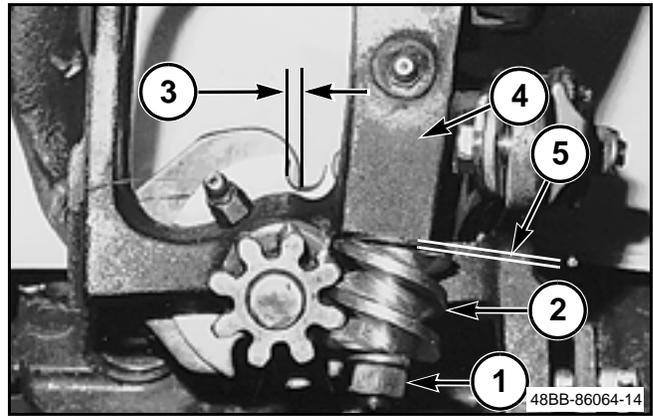

FIG. 63
FIG. 63: Cuando se sincroniza el disco del cordel, se debe hacer el ajuste con el cordel en el portacordel después de dos nudos por lo menos. Para cambiar la posición de la muesca en el disco del cordel, quite el pasador de horquilla y gire el cabezal del anudador hacia arriba. Afloje la tuerca del engranaje del sinfín (1). Golpee suavemente el extremo de la tuerca del eje del engranaje del sinfín para aflojar el engranaje (2) del chaflán en el eje del engranaje del sinfín. Si está ajustado correctamente, se verán de 3 a 5 mm (1/8 a 13/64 pulg) (3) del limpiador del disco sobresalando el borde de la muesca situada en el disco de cordel. Asegúrese de que el limpiador del disco esté empujado hacia el engranaje de levas. Sostenga el disco del cordel y gire el engranaje del sinfín contra el cojinete de maquinaria entre el bastidor del cabezal del anudador y el engranaje del sinfín. Apriete la tuerca en el extremo del eje del engranaje del sinfín. Revise el ajuste antes de enfardar.